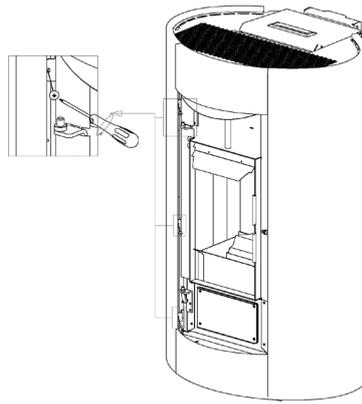
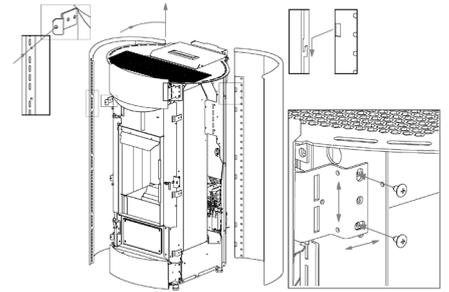

Fig. 59 - Einhakzähnen
Fig. 60 - Justierungen
- Der Wiedereinbau erfolgt in umgekehrter Reihenfolge, wobei die Möglichkeit besteht, die Vordereinsätze vertikal und horizontal zu regulieren, so dass sie mit den Seiten fluchten (siehe **Fig. 59** und **Fig. 60**).